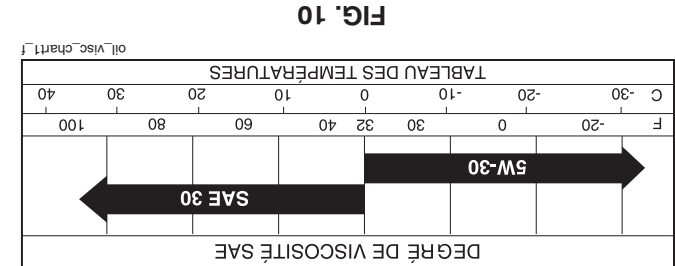

FIG. 10
- (Voir les Figs. 10 et 11) - Déterminez la gamme de températures prévue avant le changement d'huile. Toute l'huile doit avoir la classification API SG-SL.